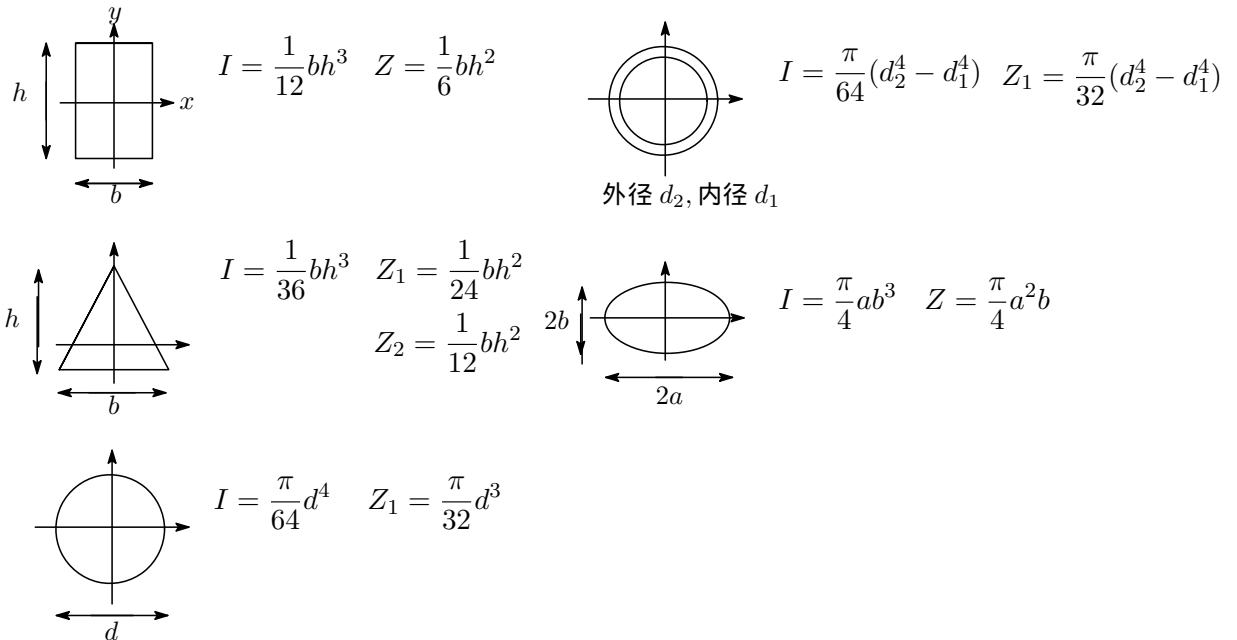

図 8.5: 断面 2 次モーメントと断面係数
- K 氏：図 8.5 に各種断面形状の I と Z を載せておくので， I と Z の式の導出に挑戦しておくのもいいね。